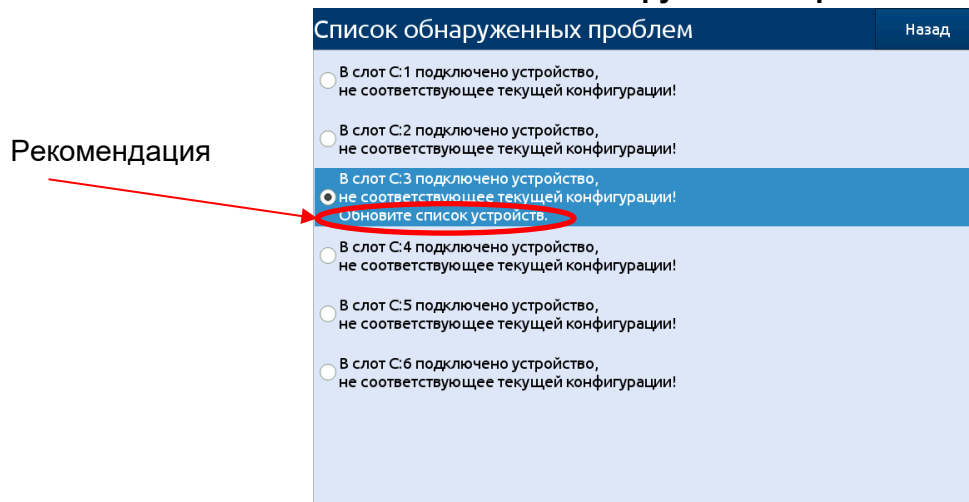

Рисунок 2.36
2.11.2. Кнопка «Список обнаруженных проблем» открывает меню, содержащее список ошибок в конфигурации прибора (см. рисунок 2.36). При выборе одного из элемента списка будет выведена краткая рекомендация по устранению выбранной проблемы.